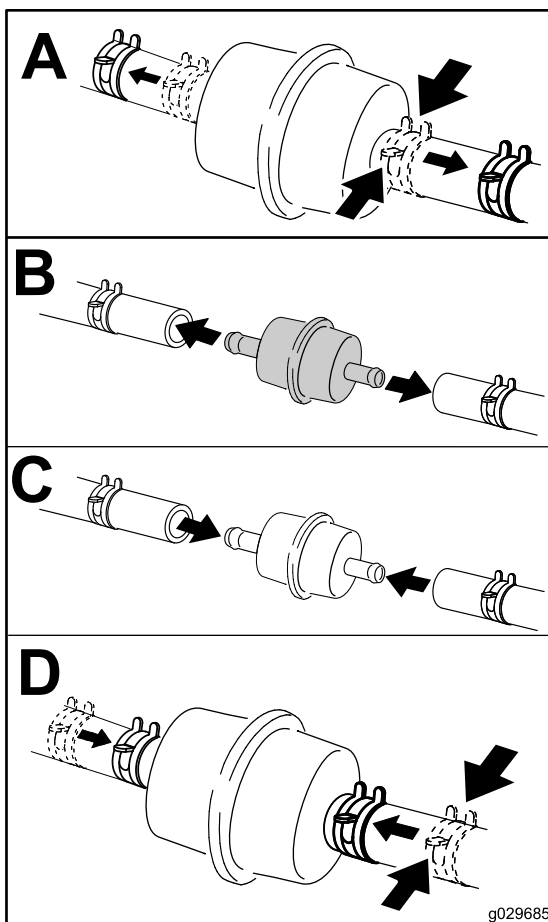

Figura 43
6. Coloque um recipiente limpo debaixo do filtro de combustível e substitua o filtro de combustível como se mostra na Figura 43.